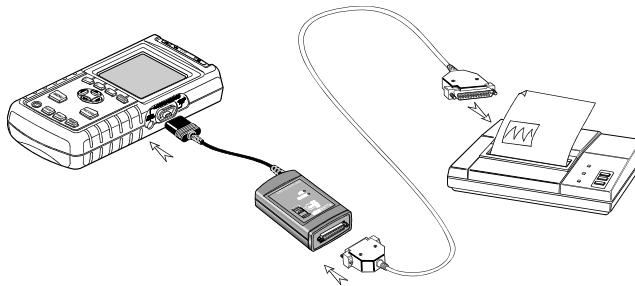

Figure 6. Connexion d'une imprimante en mode parallèle
- Connecter le Fluke 43B à une imprimante parallèle comme indiqué à la figure 6.